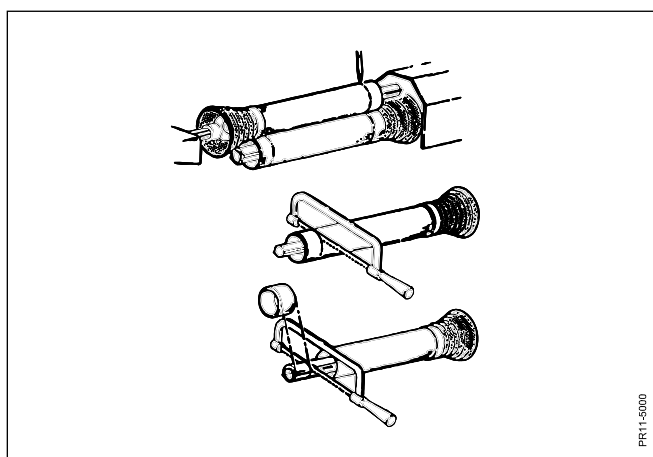

Fig. 2-8
**Fig. 2-8** Fastgør kraftoverføringshalvparterne til henholdsvis PTO (på traktoren) og PIC (maskinens indgangsaksel), når disse er i samme vandrette plan, og lige over for hinanden. (Den ved denne maskine korteste afstand). Hold akselenderne parallelle med hinanden og afmærk de 30 mm (min. mål).